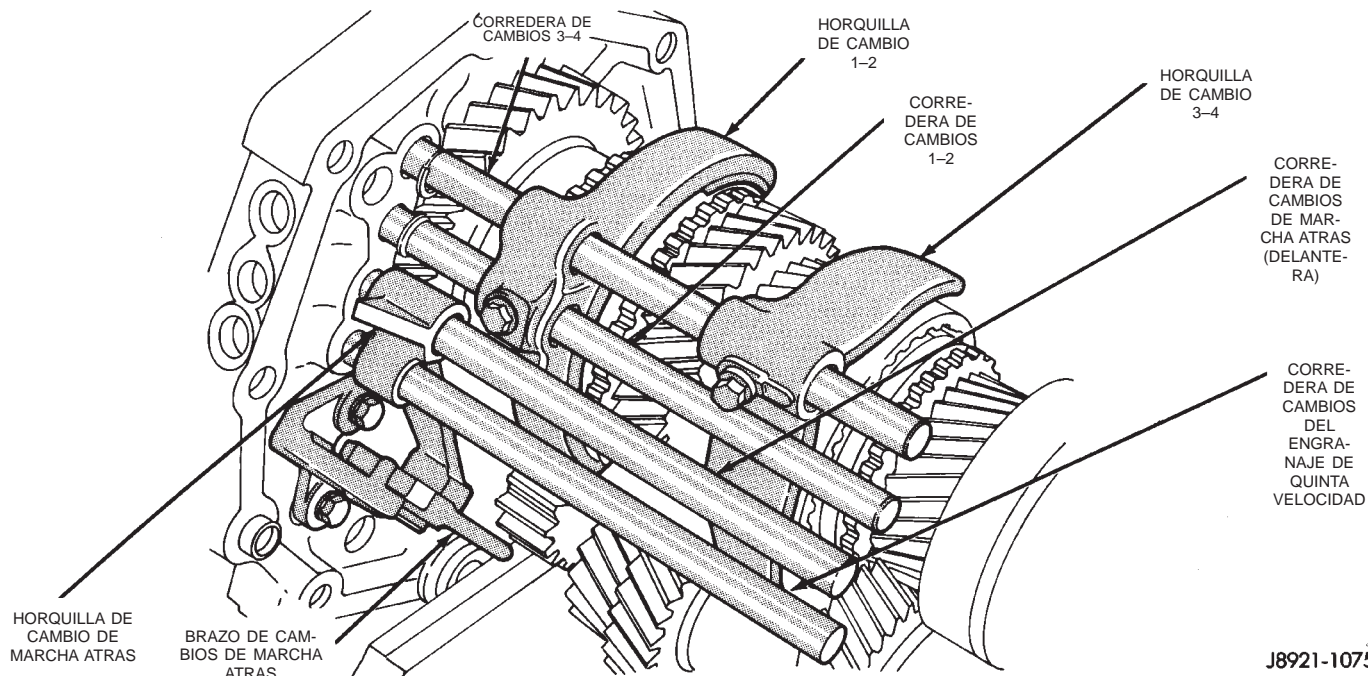

Fig. 67 Identificación de la corredera de cambios
(19) Retire la corredera de cambios del engranaje de quinta velocidad (Fig. 67).